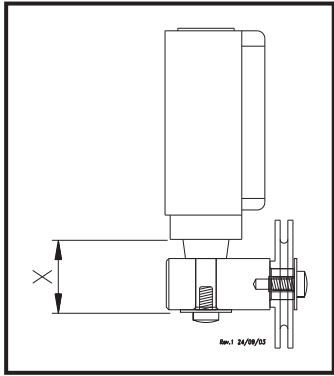

Fig.21- Abb.21
- La quota del cavo (Fig.21).
- n.the length of the cable (see Fig.21).
- Le réglage du câble de sécurité (Voir Fig. 21).
- Länge des Kabels (Abb. 21).